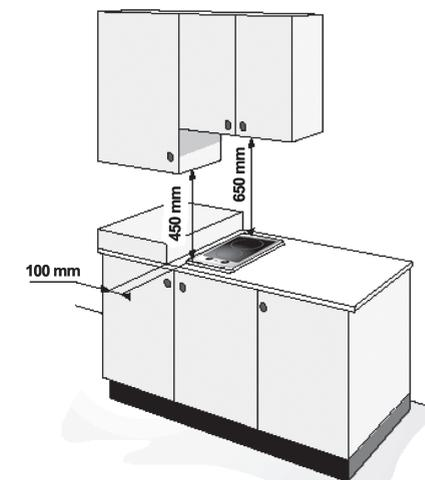

Fig. 3
- Inserte el cable de alimentación (Fig. 3) en la abrazadera y conecte los hilos a la placa de conexiones.